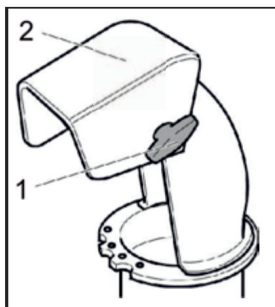

Рис. 16
10.2. Изменение дальности выброса снега (Рис. 16)